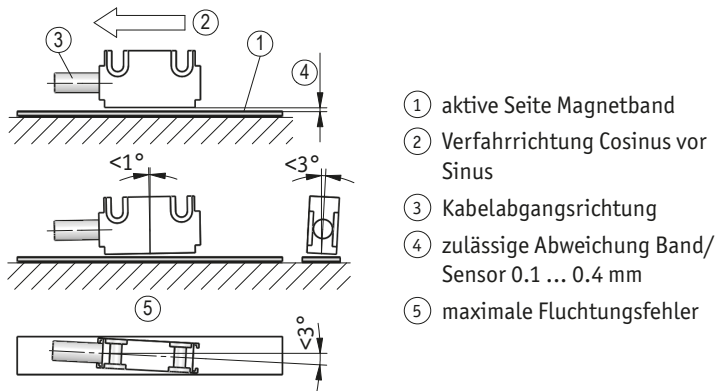

Abb. 6: Definition der Zählrichtung mit Magnetband und Montage Sensor/Magnetband, Abstandsmaße, Toleranzen
► Auf richtige Ausrichtung des Magnetsensors achten, damit die optimale Abtastung gewährleistet ist (siehe **Abb. 6**).
- Die Abstandstoleranzen wurde nicht über die gesamte Messstrecke eingehalten (siehe Abb. 6).
- Der Magnetsensor ist mit der aktiven Seite vom Band abgewandt montiert (siehe **Abb. 6**).
- Der Magnetsensor wurde nicht, entsprechend **Abb. 6** ausgerichtet.